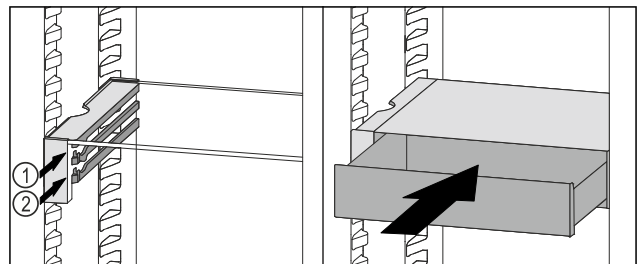

Fig. 90
- Posizionare il cassetto VarioSafe dietro i tappi sulla nervatura desiderata *Fig. 90 (1)* o *Fig. 90 (2)*.